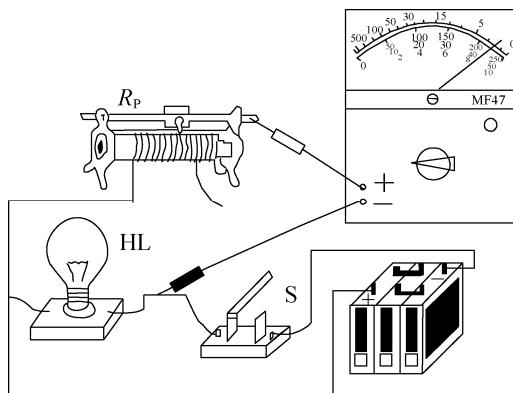

图 2-1
1. 如图 2-1 所示为某同学进行直流电路的万用表测量实训, 试问: